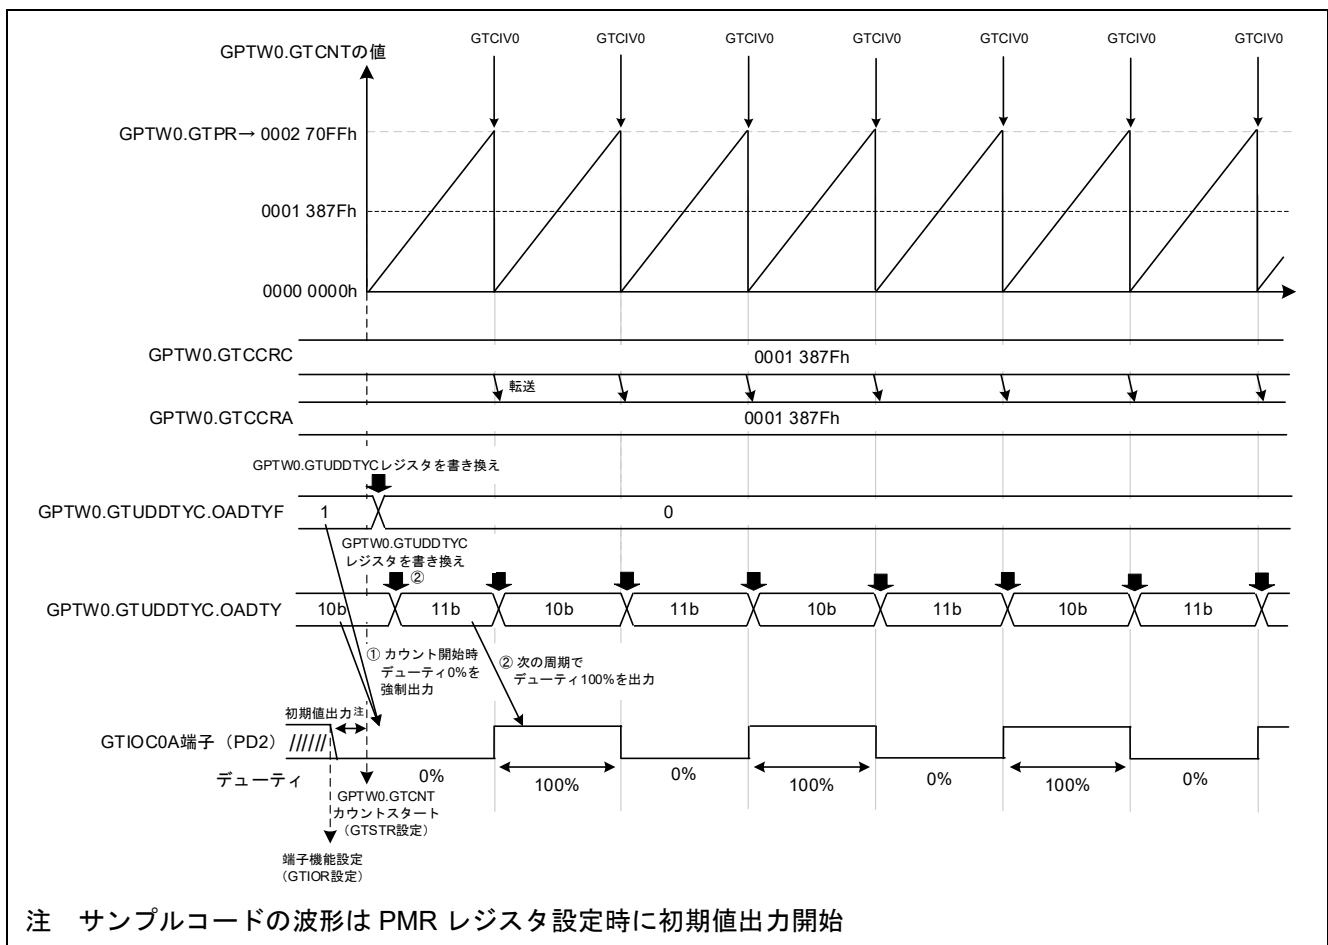

図 4-97 サンプルコードの動作
- デューティの変更タイミングの詳細は図 4-97 を参照
本サンプルコードの動作を図 4-97 に示します。GTCNT カウンタのオーバフロー割り込み (GTCIV0) で、GTUDDTYC レジスタの値を書き換えることで、デューティ 0%とデューティ 100%を切り替えます。